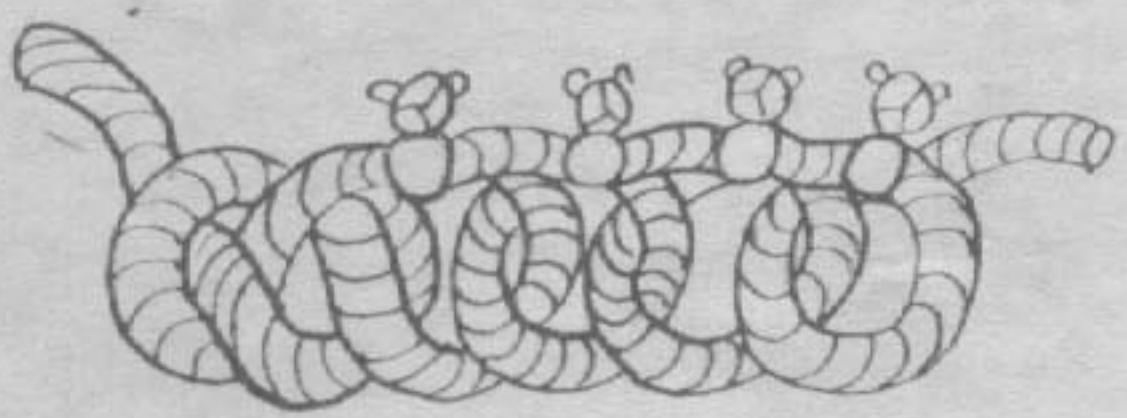

Рис. 1
5.4. Перевязать все петли с предыдущими согласно рис.1 кольцами из шнура прямым узлом. Натяг шнура должен быть не менее 50% от разрывного усилия шнура и сохраняться в процессе вязки.